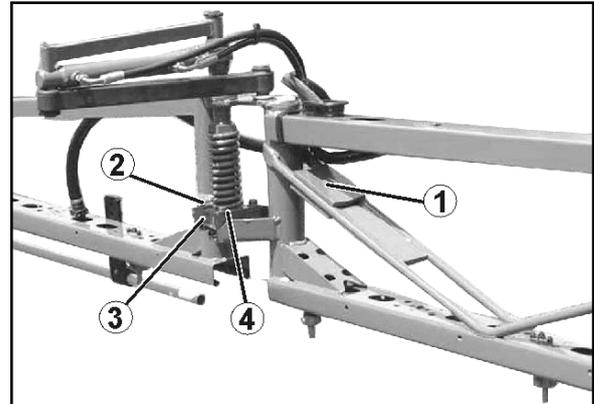

Fig. 139
Ist dies nicht der Fall, bei **entriegeltem** Schwingungsausgleich das ausgefaltete Spritz-Gestänge über Gegengewichte (Fig. 139/1) ausrichten. Die Gegengewichte entsprechend am Ausleger befestigen.
1. Schrauben (Fig. 139/2) der Befestigungslasche (Fig. 139/3) lösen. Die Ausrichtung erfolgt direkt an der Kunststoffklaue (Fig. 139/4) durch die Langlöcher der Befestigungslasche.
3. Schrauben (Fig. 139/2) anziehen.